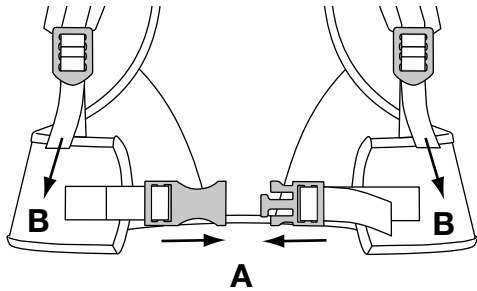

Fig. 17
2. Cierre los soportes de la cintura del sistema de soporte uniéndolos las presillas de los soportes de la cintura (Fig. 17, A).
4. Tire de las manijas de los soportes de los hombros para apretar los soportes de los hombros (Fig. 17, B).